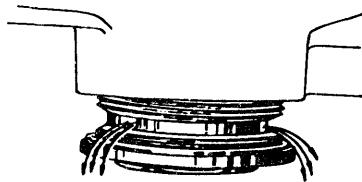

Fig. 14
Nell'operazione 1, paragrafo c), avere l'avvertenza di non svitare subito completamente il tappo in modo che la maggior parte dell'olio possa uscire dalle feritoie laterali del tappo stesso (fig. 14).
d) Montaggio della bacinella (fig. 14)